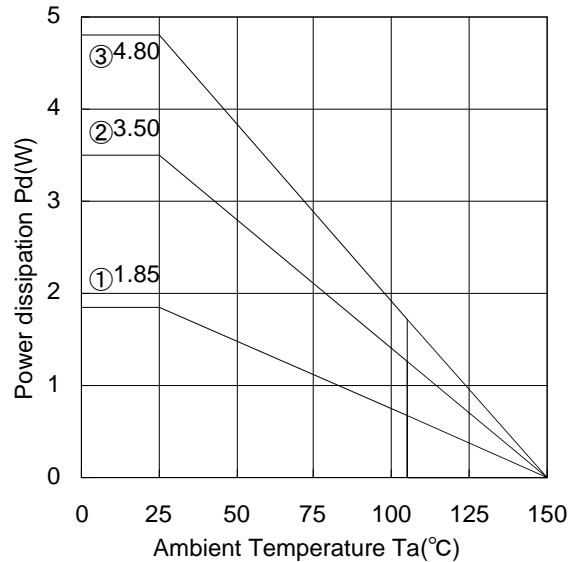
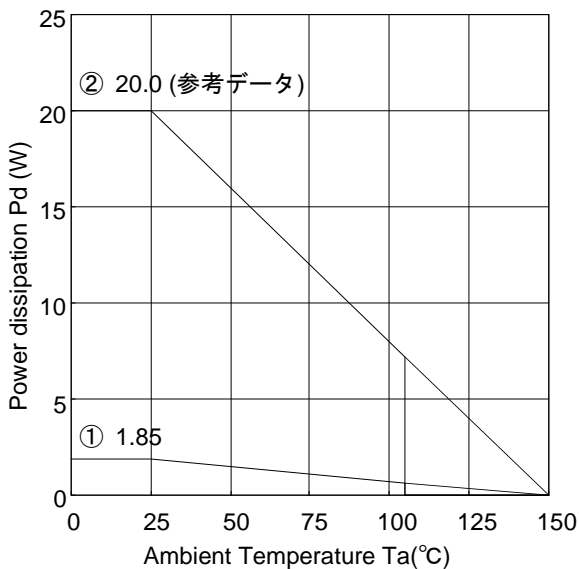

Figure 20.
Figure 21.
消費電力 PC (W) の計算方法は次のようになります:( Figure 20③と Figure 21)
$$I_O \leq \frac{2.496 - 10 \times I_b}{5} \quad \left[ \begin{array}{l} \text{Figure 20③: } \theta_{ja} = 26.0^\circ\text{C/W} \rightarrow -38.4\text{mW}/^\circ\text{C} \\ 25^\circ\text{C} = 4.80\text{W} \rightarrow 85^\circ\text{C} = 2.496\text{W} \end{array} \right]$$
$$I_O \leq \frac{10.4 - 25 \times I_b}{20} \quad \left[ \begin{array}{l} \text{Figure 21 (無限大放熱板使用時) } \theta_{ja} = 6.3^\circ\text{C/W} \rightarrow -160\text{mW}/^\circ\text{C} \\ 25^\circ\text{C} = 20\text{W} \rightarrow 85^\circ\text{C} = 10.4\text{W} \end{array} \right]$$
Ta=85°Cの時、それぞれ Figure 20 ③の条件で入出力電位差が 5V、Figure 21 (無限大放熱板使用時)の条件で入出力電位差が 20V までであれば、約 500mA 出力できる計算になります。